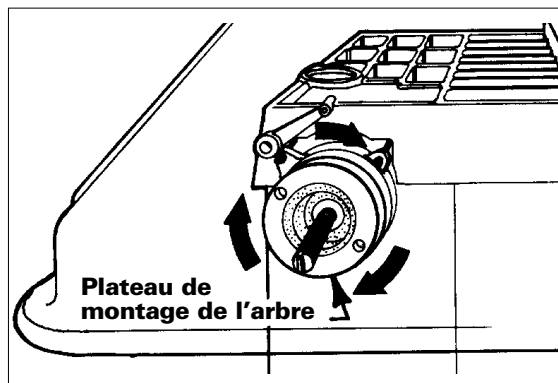

Figure 7 – Fente dans le support du capot
**3. OPÉRATION** – Montez une roue sur l'arbre, baissez le capot et appuyez sur le bouton DÉMARRAGE (Start). Le plateau de montage de l'arbre doit tourner dans le sens horaire (figure 7).